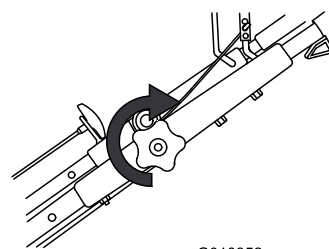

Рисунок 17
3. Как можно туже затяните головку верхней части рукоятки (Рисунок 17).